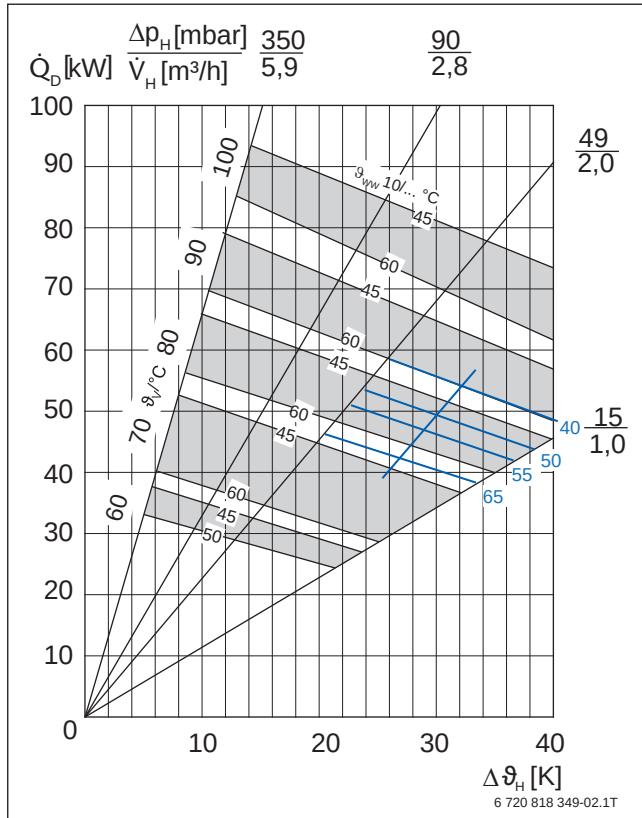

Bild 36 Dauerleistungsdiagramm für Logalux SU500.5 mit Hilfslinien für zusätzliche Warmwasser-Austrittstemperaturen; Beispiel blau hervorgehoben
- Warmwasser-Austrittstemperatur (→ Bild 36, Seite 53)
- Abstand zwischen 45 °C- und 60 °C-Kurve in 3 gleiche Abschnittsteilen (Beispiel → Bild 36, Punkte für 50 °C und 55 °C)
- Hilfslinie parallel zu den Begrenzungskurven des Feldes ziehen (→ Bild 36, 50 °C- und 55 °C-Kurve)
- Verschieben einer Hilfslinie außerhalb des Feldes im Abstand von 5 °C (→ Bild 36, 40 °C- und 65 °C-Kurve)
Für Warmwasser-Austrittstemperaturen von 40 °C ... 65 °C kann der Speicher über das Dauerleistungsdiagramm ausgelegt werden. In diesem Temperaturbereich lassen sich Warmwasser-Leistungsdaten für andere Austrittstemperaturen als 45 °C oder 65 °C über Extrapolation oder Interpolation ermitteln (→ Bild 36, Seite 53).